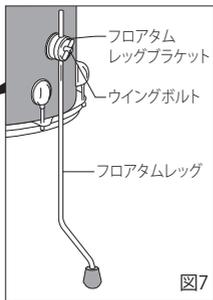

図7
4. フロアタムは付属のフロアタムレッグをレッグブラケットに差し込み、ウイングボルトで固定します（図7）。